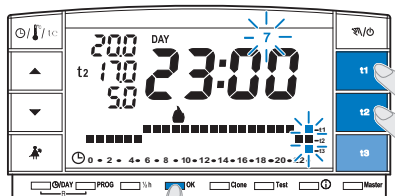

fig. 12
- Dopo l'inserimento della scala termica per il giorno di **Domenica (7)**, premere **OK** (esempio in fig. 12) per memorizzarla e tornare a visualizzare il giorno di Lunedì (1) **quindi premere nuovamente il tasto OK per 4 secondi** (esempio in fig. 13); con questa operazione **verrà salvato il programma settimanale completo**.